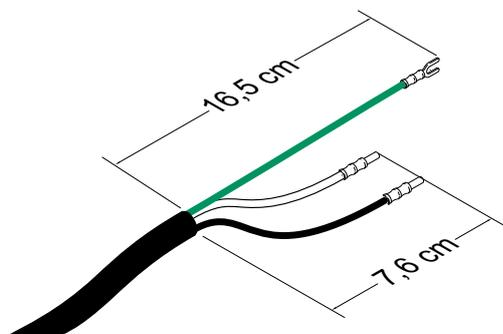

Рис. 3: Шнур питания
- При необходимости, добавьте обжимные наконечники. См. **Рис. 3**.